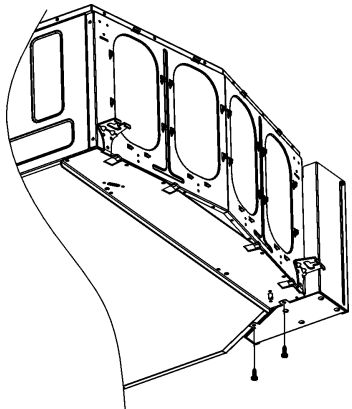

Fig. 27. Aprire viti da sotto l'armadietto
1. Aprire due viti alla base dell'armadietto (vedi Fig. 27).